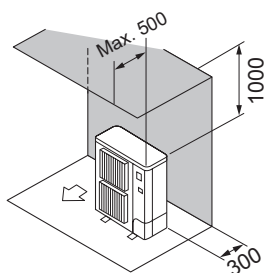

Fig. 2-8
- (2) Obstacles uniquement à l'avant et au-dessus (Fig. 2-8)